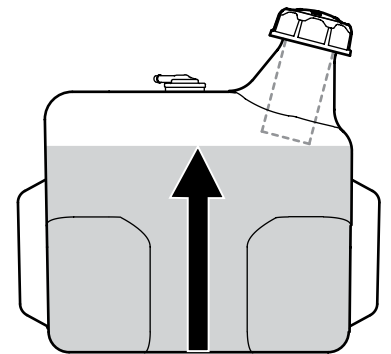

Figura 2-10
2. Cargue el depósito de combustible con gasolina. Sólo se debe utilizar gasolina limpia, nueva (con menos de 30 días de antigüedad) y sin plomo. Llene el depósito no más de 1/2" por debajo de la base del cuello de llenado dejando espacio para la expansión del combustible. Consulte la Figura 2-10.
3. Vuelva a colocar la tapa del combustible. **Importante:** No llene en exceso el depósito de combustible. Llene el depósito no más de 1/2" por debajo de la base del cuello de llenado dejando espacio para la expansión del combustible. Consulte la Figura 2-10.